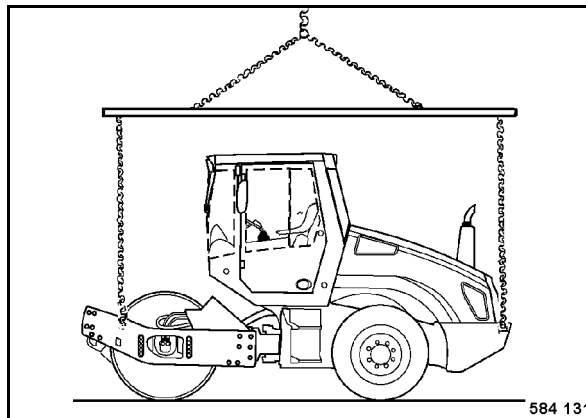

Fig. 68
- Para elevar la máquina también hay que hacer uso de las cuatro arremas (Fig. 68) y equipo de elevación.